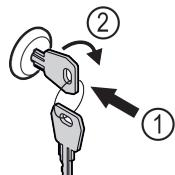

Fig. 153 Примерно изображение
- Пъхнете ключа Fig. 153 (1).
- Завъртете го на 90° по посока на часовниковата стрелка Fig. 153 (2).